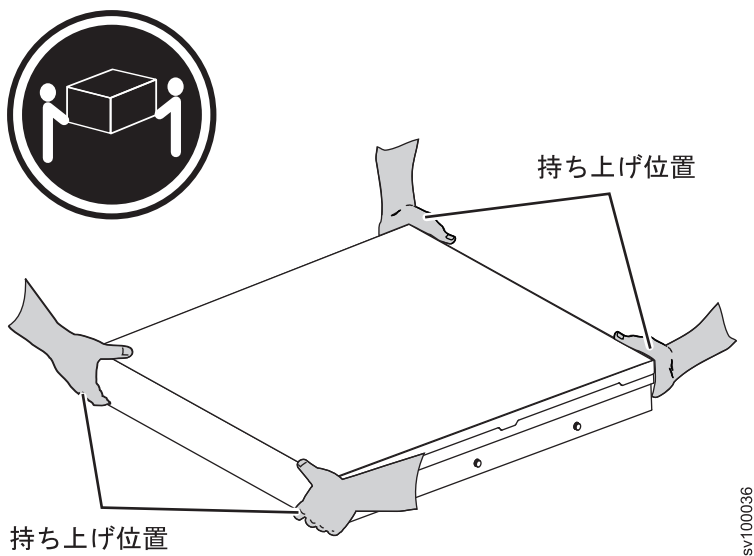

図 31. ラックから 2145-SV1 ノードを持ち上げる
ラックから SAN ボリューム・コントローラー 2145-SV1 ノードを取り外すには、以下のステップを行います。サーバーを持ち上げるときには、必ず 2 人必要です。手の位置は、39 ページの図 31 に示すようにします。
- a. 配送用ねじを緩めます (1)。
- b. レール上でシャーシを延ばします (2)。
- c. 切り離しタブを前方にスライドします (3)。
- d. 複数の人に補助してもらい、シャーシ (および内部メンバー) を引き出してレール・アセンブリーの中央メンバーから解放します (4)。
5. 図 31 に示すように、ノードを持ち上げて、しっかりした平面に置きます。